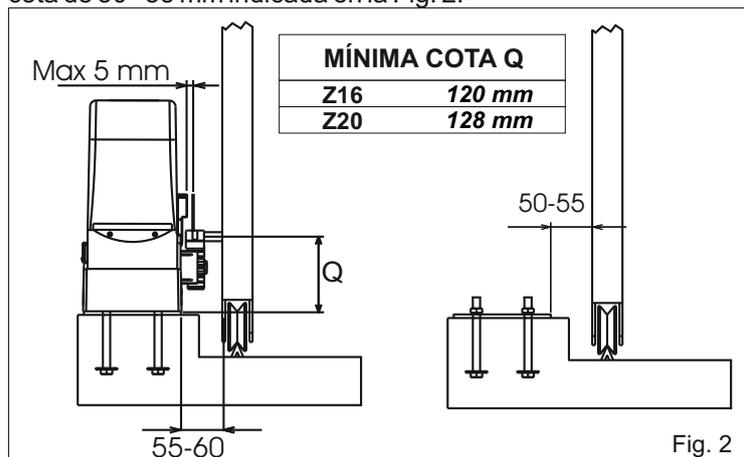
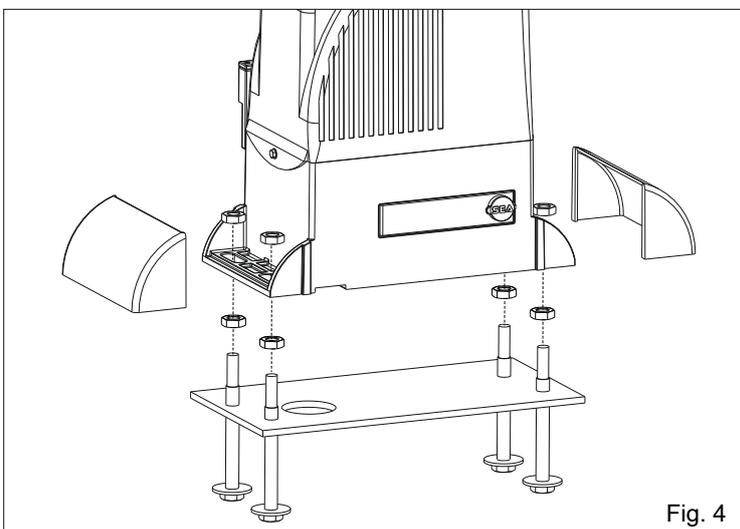
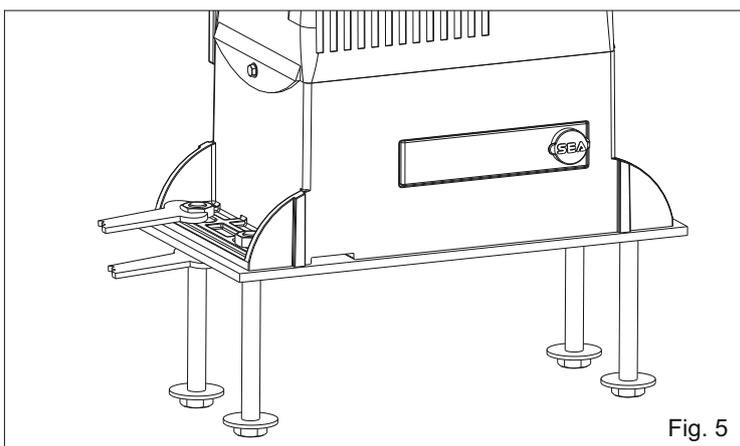

Fig. 2
Fig. 4
Fig. 5
2.3. Antes de cementar la placa de anclaje asegurarse que la misma resulte perfectamente horizontal y que sea respetada la cota de 50 - 55 mm indicada en la Fig. 2.
4.1. Fijar el motorreductor a la placa de fundación regulando la posición lateral y su altura (Fig. 4 - Fig. 5) para respetar las cotas mencionadas en Fig. 2.